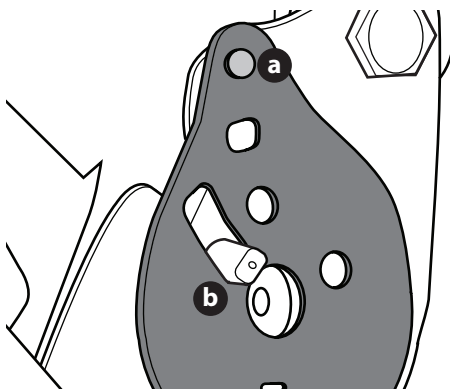

Fig. 12
6. Basculez le siège vers l'avant, en position avant complète. Remplacez la plaque d'inclinaison avec le goujon à pression (a) et la goupille d'inclinaison (b) passant à travers la plaque d'inclinaison aux endroits indiqués dans l'Fig. 12.